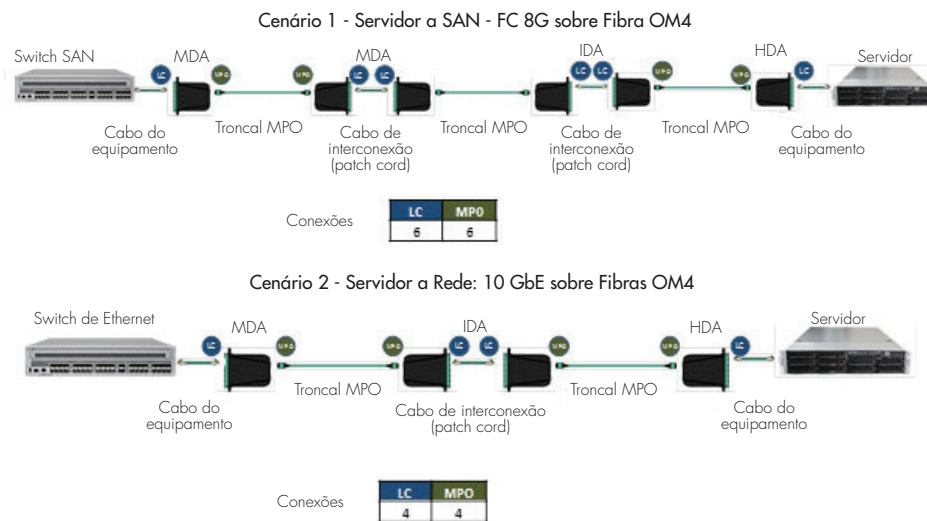

Figura 10. Exemplo de topologias de data centers
Vamos supor que você esteja planejando a implementação de novos serviços no data center segundo as topologias que se mostram na Figura 10. As aplicações que devem ser suportadas desde o primeiro dia incluem Ethernet 10 Gb e Fibre Channel (FC) 8G. O data center foi organizado em corredores de dados manejáveis dentro do data center. Haverá problemas para suportar os comprimentos de links requeridos por seu design?